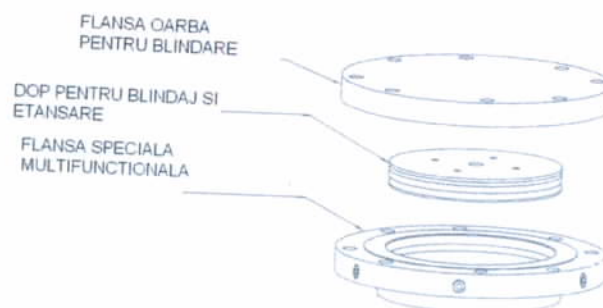

Fig. 1 Componenta flanșelor multifuncționale
- Construite cu componenta flanşa speciala etansa manevrabila de la exterior, dop special de blidaj-etansare,flanşa oarba pentru siguranţa (fig.1)